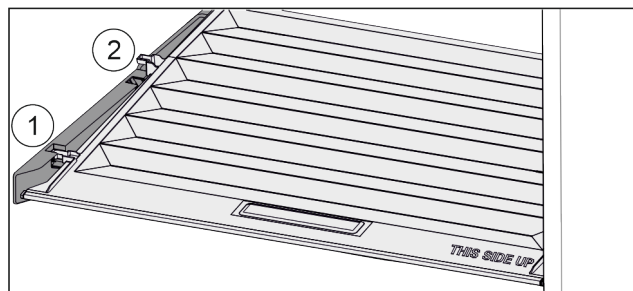

Fig. 73
- ▶ Tirer le couvercle vers l'avant jusque dans l'orifice des pièces de retenue Fig. 73 (1).
- ▶ Le soulever par le bas à l'arrière et le sortir par le haut Fig. 73 (2).